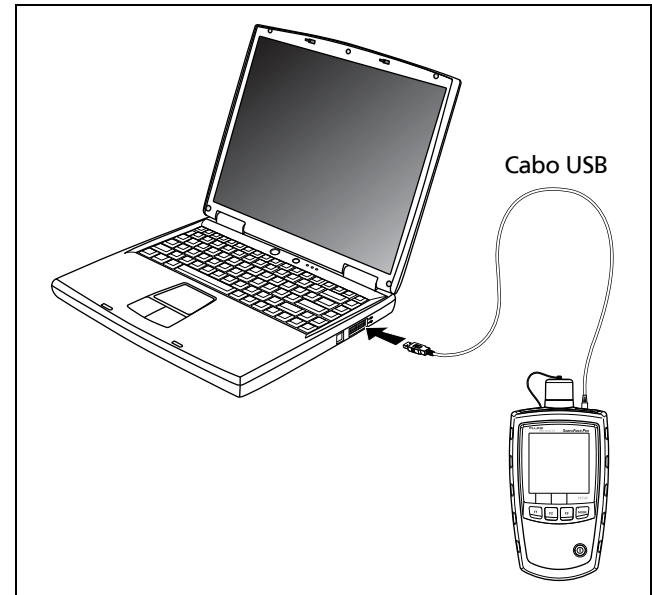

Figura 14. Conexão a um PC
- 3 Conecte o medidor a um PC com o cabo USB fornecido, conforme mostrado na Figura 14.